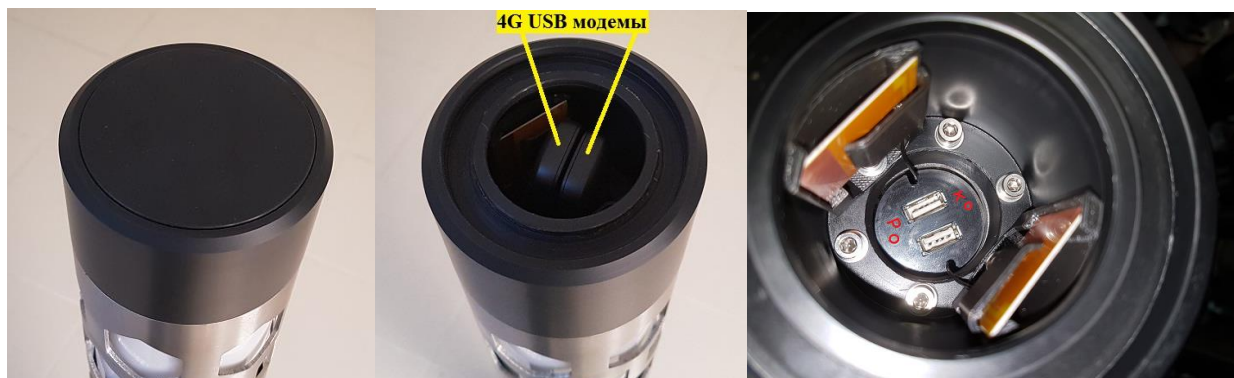

Рис. 6
7. Установка СИМ карт и сброс на заводские настройки. В верхней части комплекса установлена силиконовая крышка закрывающая отсек с 4G модемами, антеннами Wi-Fi и кнопками сброса оборудования на заводские настройки, см. рис. 6. Для установки СИМ карт в 4G модемы снимите эту крышку, извлеките модемы установите в них СИМ карты, установите модемы обратно в разъёмы комплекса и установите силиконовую крышку. Нажмите и удерживайте нажатой 10 секунд кнопку «К» для сброса настроек камеры или кнопку «Р» для сброса настроек интернет центра, см. рис. 6.